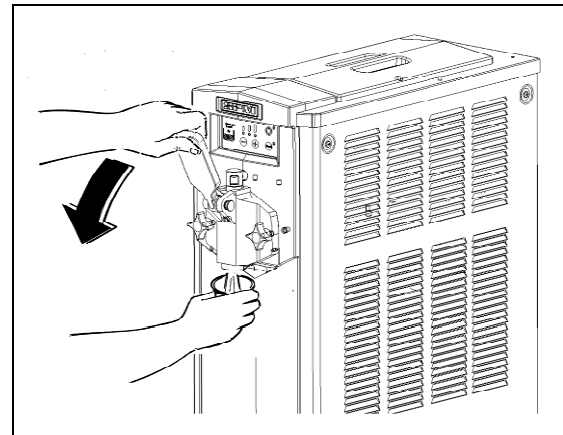

Fig. 13
- Remplir le bac supérieur d'eau tiède et vider la machine (fig.13) pour la fluxer en éliminant ainsi la plus grande partie du produit résiduel.